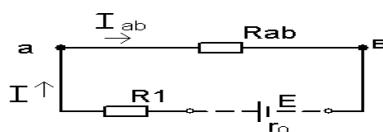

рис. 3
- 2.5. Эквивалентное сопротивление цепи относительно зажимов источника (рис. 3):
3. Определим ток всей цепи: (закон Ома для цепи, рис. 3).
4.1.  $I_1 = I_{ab} = I = 5 \text{ A}$  (схема рис. 3);